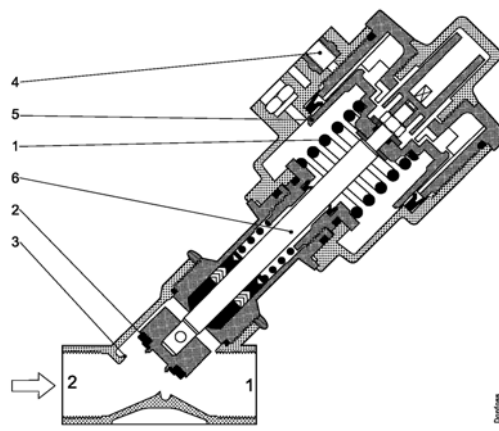

Рис. 1.2.
Клапан (рис. 1.2.) удерживается в открытом состоянии пружиной (1), которая отжимает поршень от седла клапана (3). При подаче давления через присоединение (4) управляющий поршень (5), шпindel (6) и упорная прокладка (2) опускаются и клапан закрывается.